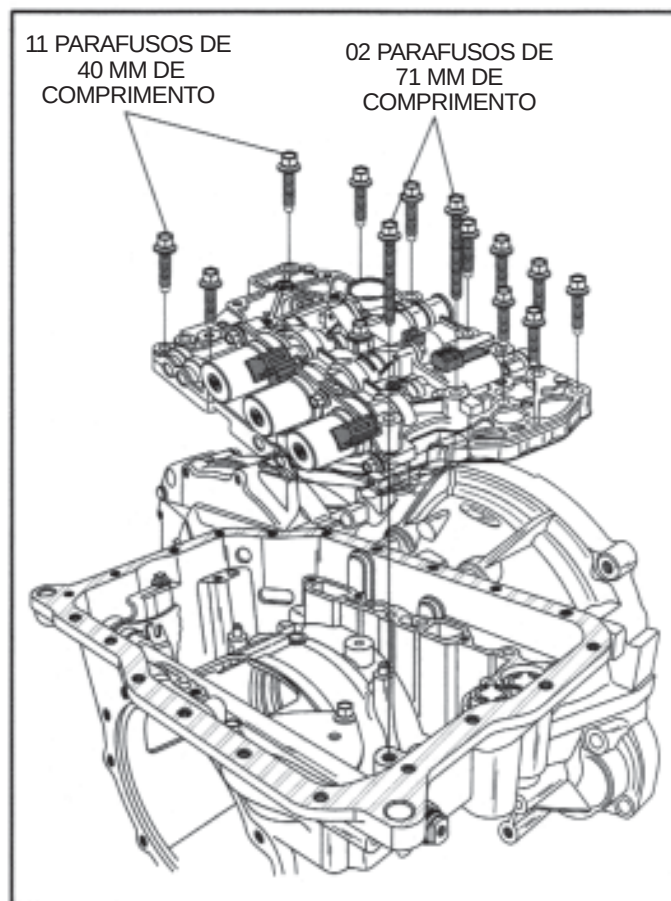

Figura 158
14. Instale na carcaça da transmissão o conjunto do corpo de válvulas já montado (Vide Figura 158).
15. Instale no corpo de válvulas os 11 parafusos de 40 mm e 2 parafusos de 71 mm de comprimento nas posições indicadas na Figura 158.